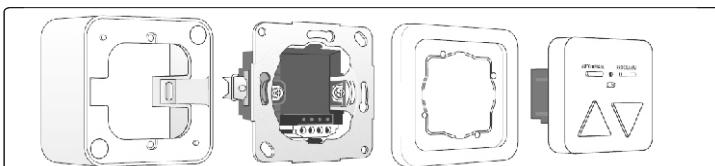

Рисунок 2. Установка устройства накладным способом с помощью адаптера для накладного монтажа
- b) Устройство может устанавливаться накладным способом с помощью адаптера для накладного монтажа (см. рис. 2).